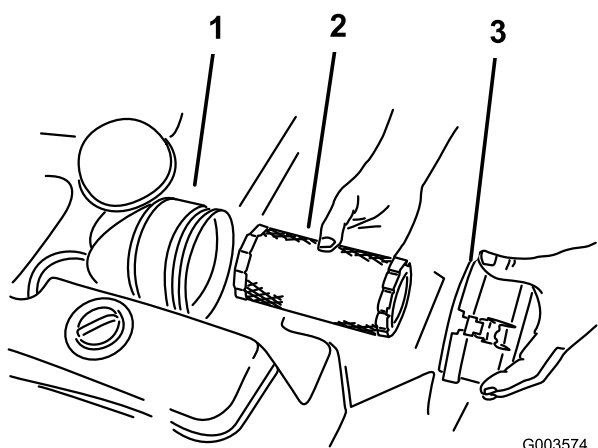

図 3
4. エアクリーナのカバーとフィルタを取り外す (図 3)。